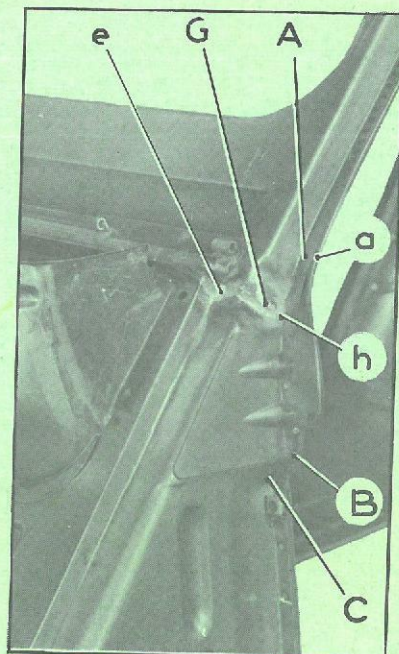

Fig. 2
- LM et symétriquement (fig. 2), et en :
- AB et symétriquement (fig. 2)
- BC et symétriquement (fig. 2)
- G et symétriquement (fig. 2)
- a et symétriquement (fig. 2)
- eh et symétriquement (fig. 2)